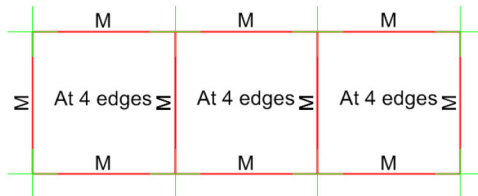

图 4 边释放结果
(3) 在该结构当中我们确定需要释放刚度的边的编号 1、2、3 和 4，直接选择统一指定，将相应方向的刚度（绕边弯矩）完全释放；
(4) 点击确定，相应的边释放便指定到面单元上，在模型上显示结果为图 4 所示；